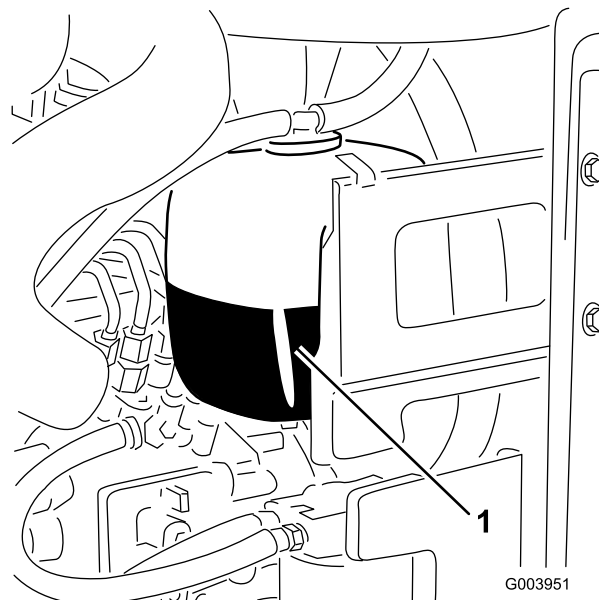

Bild 18
1. Prüfen Sie den Kühlmittelstand im Ausdehnungsgefäß (Bild 18).